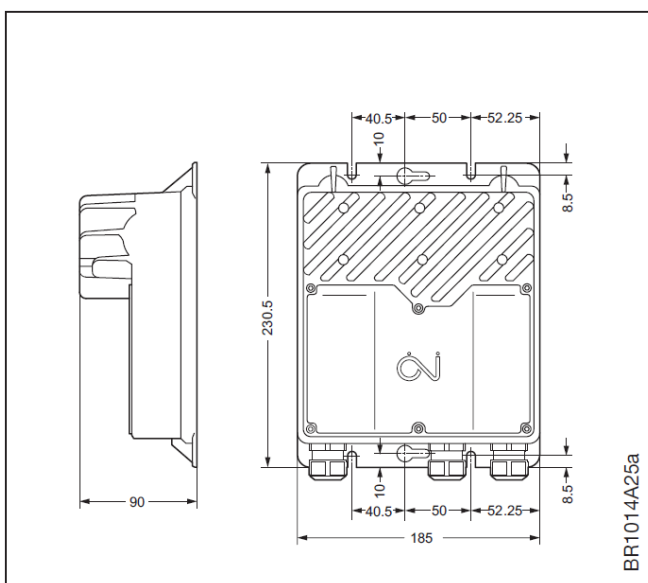

Fig. 2-1: H1 Kåpdimensioner
NI-DV finns i sammanlagt 11 effektstorlekar (se tabell 2-2). Effektstorlekarna fördelar sig över sammanlagt fyra byggstorlekar på kåpan (H1, H3, H4, H5). Kåpornas dimensioner redovisas i fig. 2-1 till 2-4. Alla kåpor är tillverkade av tryckgjutet aluminium.
- Dimensionerna för NI-DV redovisas i tabell 2-2 och fig. 2-1 till 2-4.